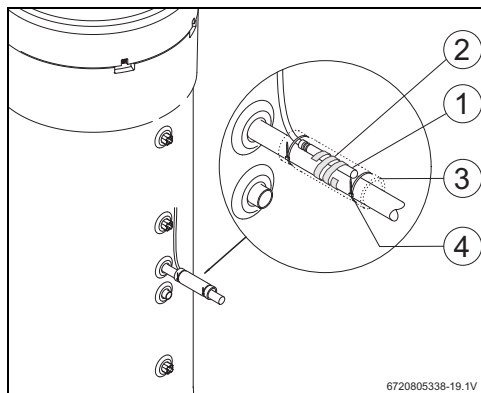

Fig. 12
- ▶ Positionner la sonde de température raccordée à l'accessoire, (fig. 12, [1]) comme indiqué dans la fig. 12.
- ▶ Fixer la sonde de température avec la spirale plastique jointe à l'entrée du serpentin (fig. 12, [2]).
- ▶ Entourer la sonde de température avec un matériau isolant (fig. 12, [3]).
- ▶ Fixer l'isolation avec les 2 serre-câbles joints (fig. 12, [4]).